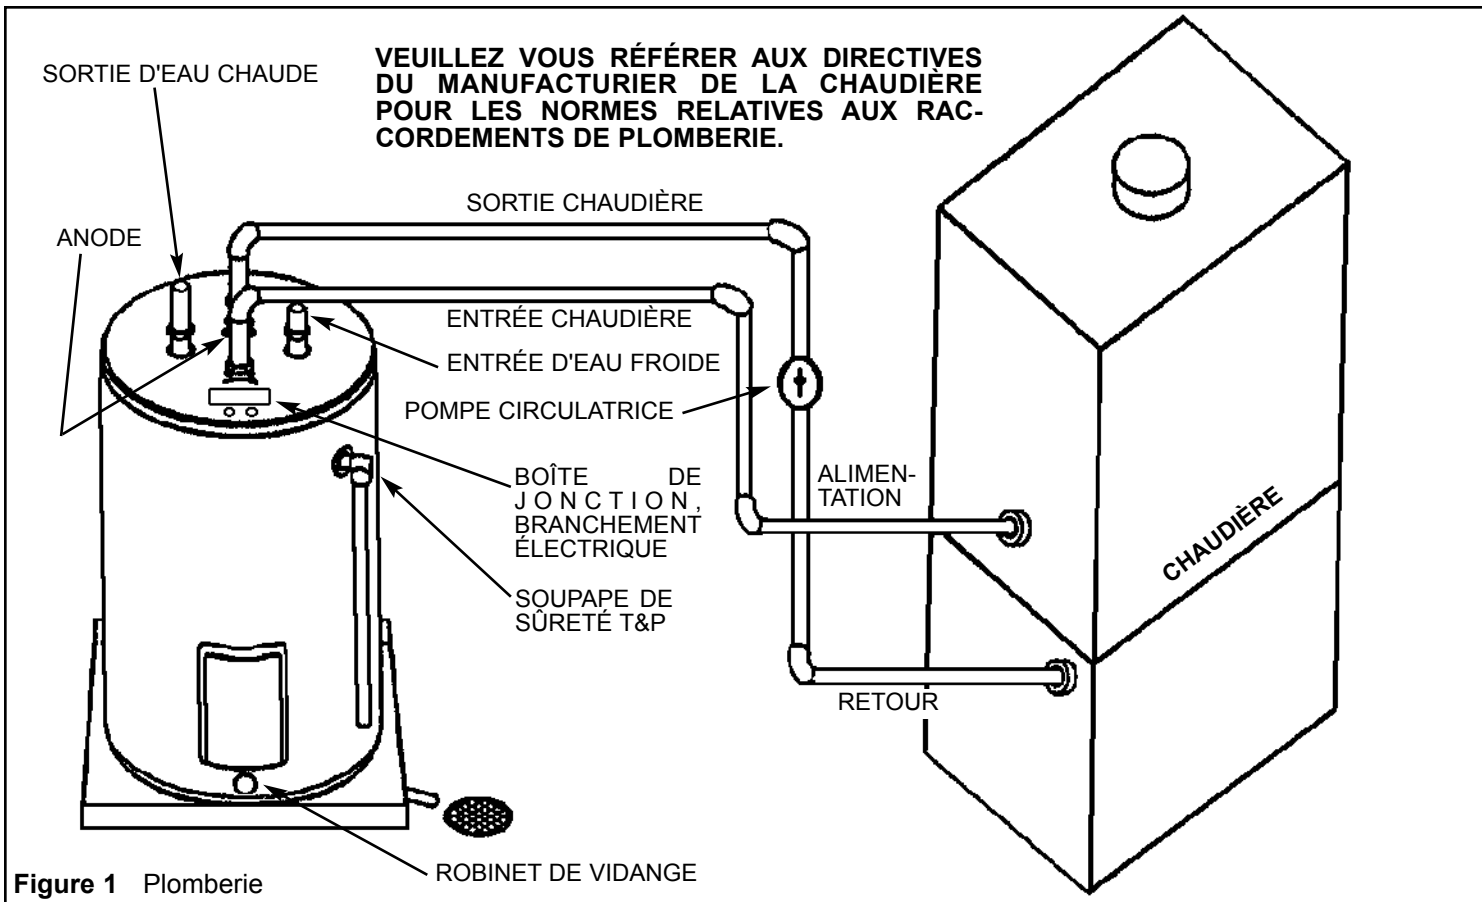

Figure 1 Plomberie
3. Une soupape de surpression homologuée doit être installée tel qu'illustré à la Figure 1.
6. Les deux raccords filetés fournis avec le chauffe-eau doivent être insérés sur les orifices marqués "Boiler In" et "Boiler Out". Reliez le raccord "Boiler In" du chauffe-eau avec le raccord "Supply" de la chaudière et le raccord "Boiler Out" du chauffe-eau avec le raccord "Return" de la chaudière. Une pompe circulaire adéquate devrait être placée entre le raccord "Boiler Out" du chauffe-eau et le raccord "Return" de la chaudière. Voir Figure 1.